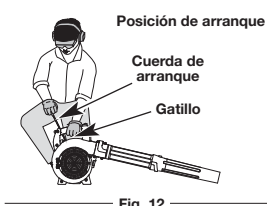

Fig. 12
ADVERTENCIA: Evite los arranques accidentales. Cerciórese de estar en la posición de arranque al tirar de la cuerda (Fig. 12). A fin de evitar lesiones graves, el operador y la unidad deben estar en una posición estable durante el arranque. Para evitar lesiones personales graves, asegúrese de que los tubos de la sopladora estén bien trabados en su sitio.
4. **No apriete el gatillo.** Coloque la unidad en una superficie firme y plana. Agáchese en la posición de arranque y sostenga la unidad firmemente (Fig. 12).